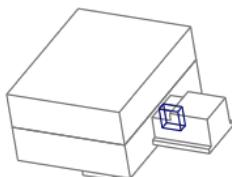

图 27.39 实体切削特征 2
Step7. 创建实体切削特征 2，如图 27.39 所示。单击**模具**功能选项卡**形状**区域中的